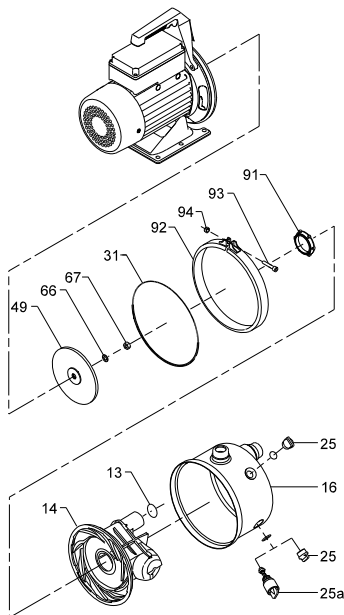

Рис. 6 Детализовка насоса
При заказе запасных узлов и деталей просьба указывать номер позиции по рис. 6 и данные, приведённые в фирменной табличке на насосе.
**Указание** Насос, изображённый на рис. 6, может отличаться от действительного варианта насоса.